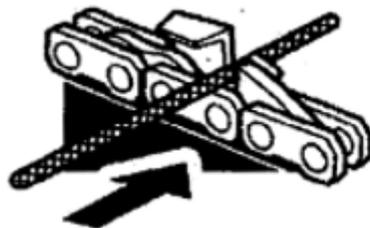

Fig.24
3. Halten Sie den Hebel der Feile mit der Oberseite des Zahns fest. Siehe Abbildung 24.